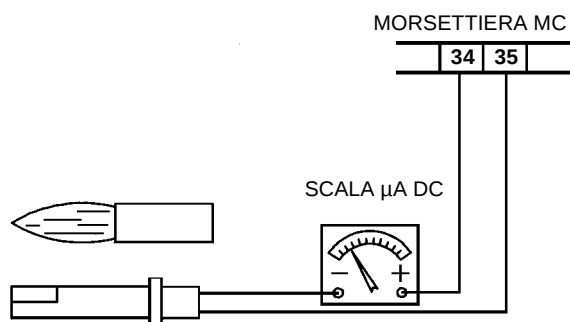

Fig. 16
- esame e pulizia accurata della fotoresistenza rivelazione fiamma, se necessario sostituzione. In caso di dubbio verificare il circuito di rivelazione, dopo aver rimesso in funzione il bruciatore, seguendo lo schema in Fig. 16;
Al fine di garantire una buona accensione è necessario che siano rispettate le misure indicate in Fig. 15 e Fig. 16. Accertarsi di aver fissato la vite di bloccaggio del gruppo elettrodi prima di rimontare la testa di combustione.
Per misurare il segnale di rivelazione seguire lo schema in Fig. 16.